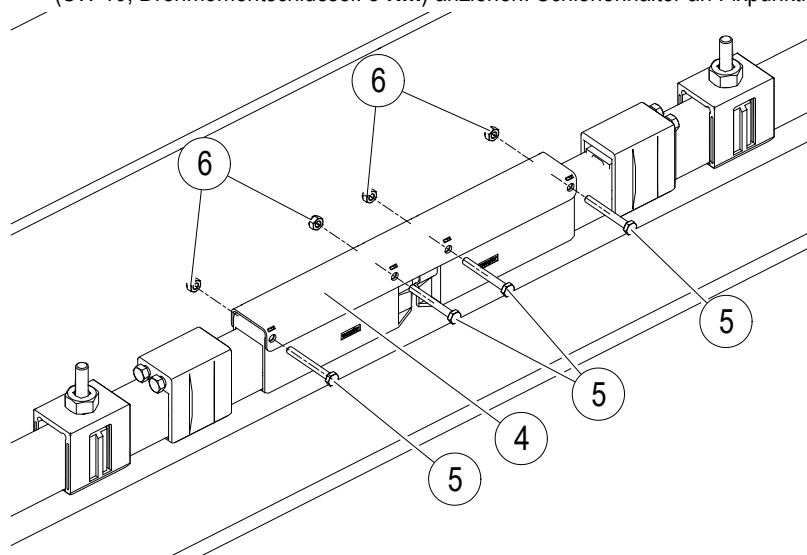

Abb. 93: Blech für Lufttrennstelle montieren
- Blech für Lufttrennstelle (Pos. 4) mit Befestigungselementen, bestehend aus Sechskantschraube DIN931-M6x50 (Pos. 5) und Sicherungsmutter DIN985 (Pos. 6), auf den Endkappen montieren (siehe Abb. 93) und mit dem vorgeschriebenen Drehmoment (SW 10, Drehmomentschlüssel: **8 Nm**) anziehen. Schienenhalter an Fixpunkt клемme schieben.